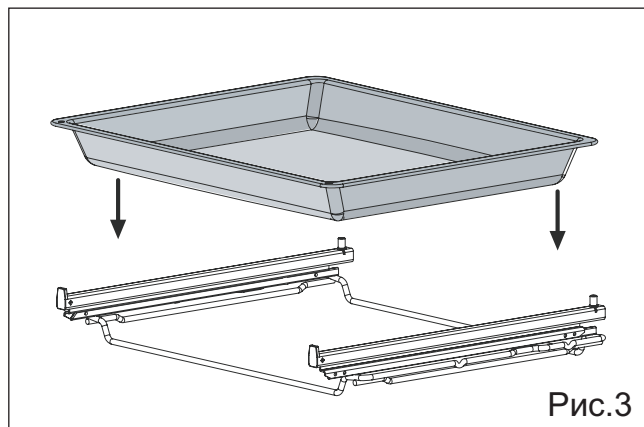

Рис.3
- **Многофункциональный противень 45 мм. Скользящий выдвижной механизм, для полного выдвижения противня из духового шкафа (рис.3).**